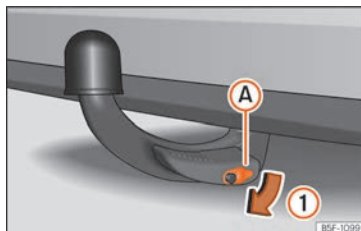

Abb. 271 Schlossabdeckung abnehmen
- Nehmen Sie die Schlossabdeckung **A** in Pfeilrichtung **1** vom Schloss ab » » » **Abb. 271**.